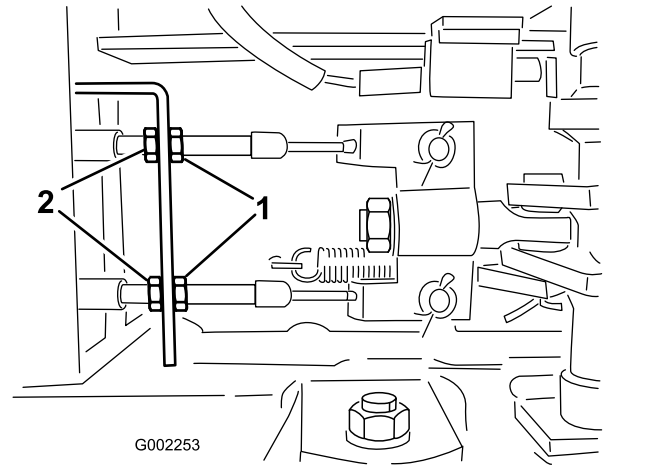

图87
5. 松开打药车前端下面的刹车线上的前螺母 图87。
5. 关闭排放阀 图87。
6. 均匀地拧紧后螺母、直至刹车踏板移动 12cm 时感觉到阻力 图87。